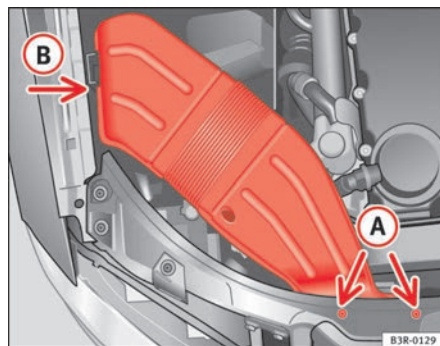

Fig. 198 Convogliatore dell'aria sul lato destro della vettura
- Svitare le viti **A** ⇒ fig. 198.